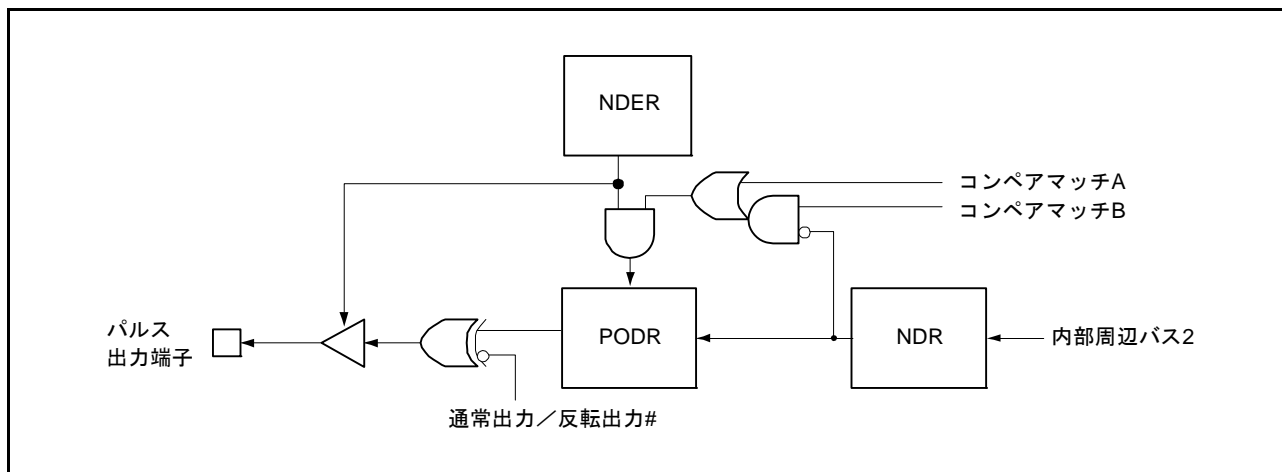

図 25.9 パルス出力ノンオーバーラップ動作
- ノンオーバーラップ時のパルス出力動作を図 25.9 に示します。